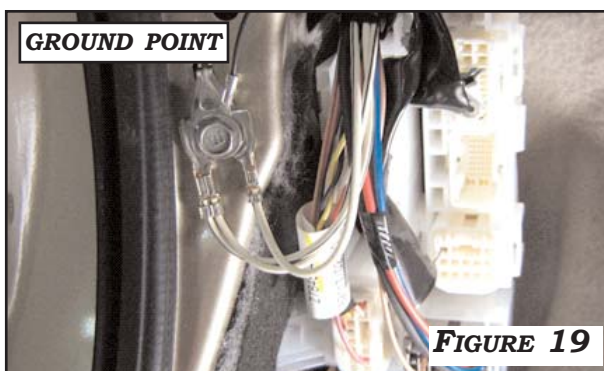

FIGURE 19
5. REMOVE THE DRIVER SIDE KICK PANEL. ROUTE THE GROUND HARNESS TO VEHICLE GROUND POINT. REMOVE THE 10MM GROUND SCREW. INSTALL THE **GROUND** TERMINAL FROM THE **BLACK** CRUISE ECM HARNESS TO GROUND POINT. **FIGURE 19**